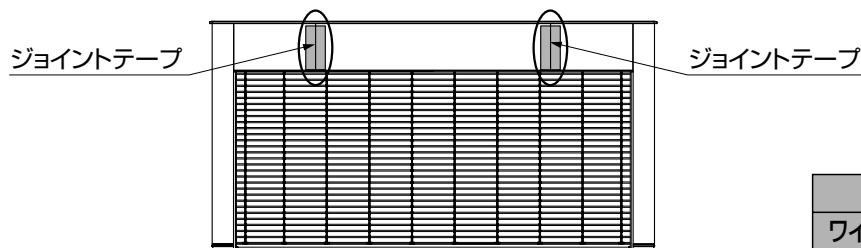

図2-3 ワイドシャッターCタイプ正面
- ①ワイドシャッターCタイプ前面パネル部は窯業系サイディング材3枚で構成されています。その接続部分(2箇所)にジョイントテープを貼付けてください。(図2-3参照)